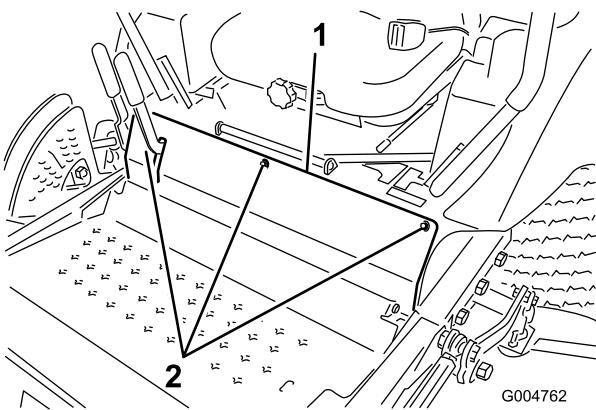

Figura 60
2. Retire os parafusos que fixam o painel dianteiro e retire o painel (Figura 60).